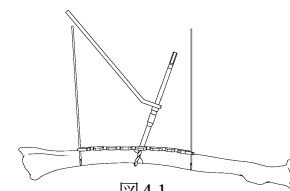

図4-1
- 3.5 コーティカルスクリュー (S) 用ドリルガイドを用いて、2.5 ドリルでドリリングします。（図4-1、4-2）